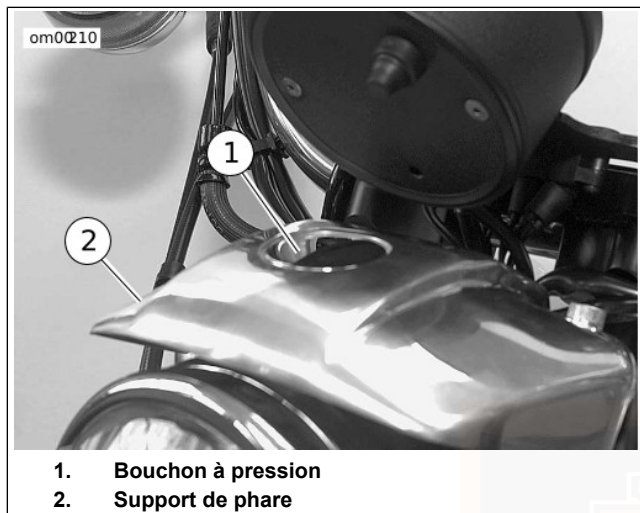

Figure 41. Bouchon à pression du phare : modèles Sportster
1. Voir la Figure 41. Enlever le bouchon à pression (1) en haut du support du phare (2).